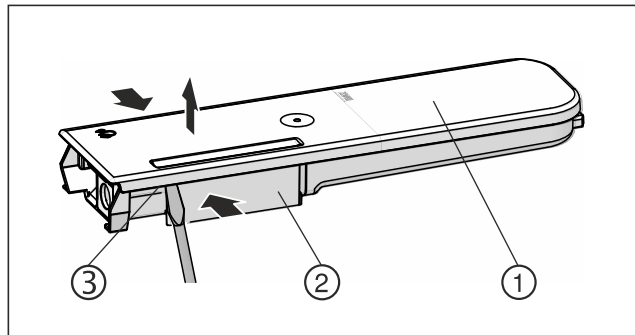

Fig. 128
- ▶ Wasserbehälter Fig. 128 (2) zusammendrücken und Deckel Fig. 128 (1) vorsichtig über die Rastnasen Fig. 128 (3) hebeln und hochziehen.
- ▶ Deckel Fig. 128 (1) leicht hin- und herbewegen und nach oben entnehmen.